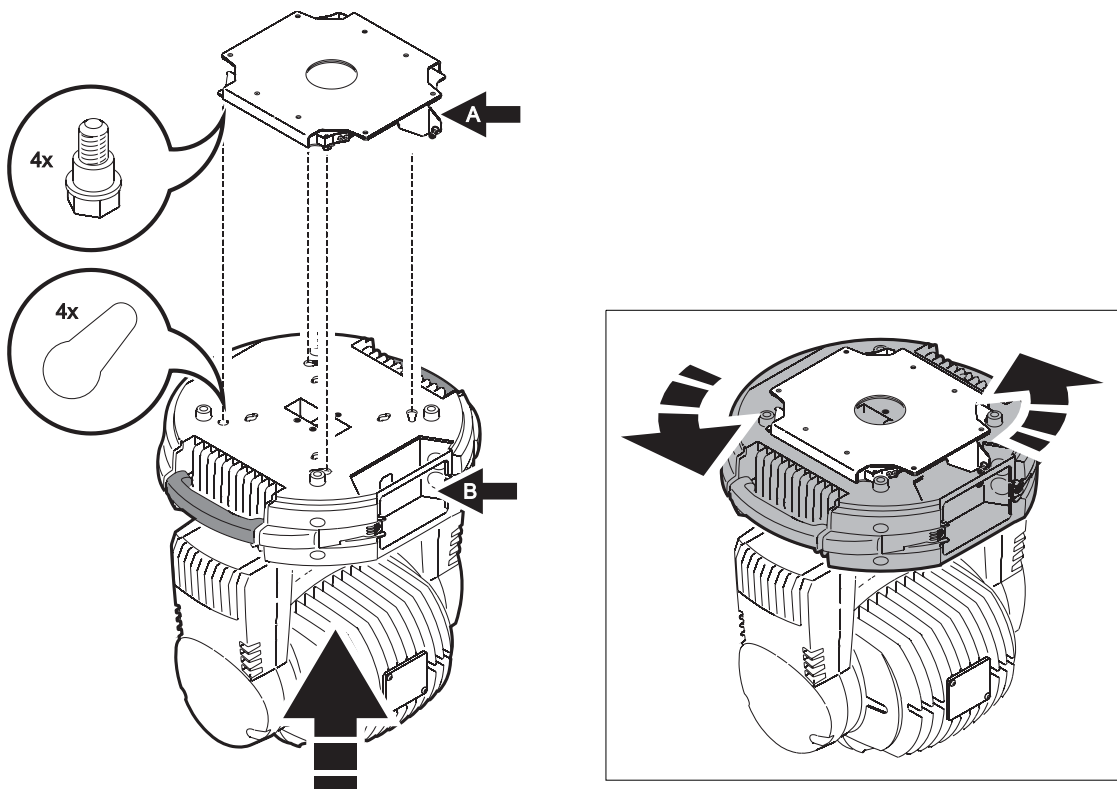

Figura 5: Montaje en bayoneta sobre el soporte de fijación rápida.
- Ver Figura 5. Insertar la unidad en el soporte de forma que la aleta **A** se introduzca en la esquina **B** del espacio para las conexiones en la base de la unidad. Girar entonces la unidad en sentido horario hasta que los pines de bayoneta queden completamente insertados y fijados en la base de la unidad.